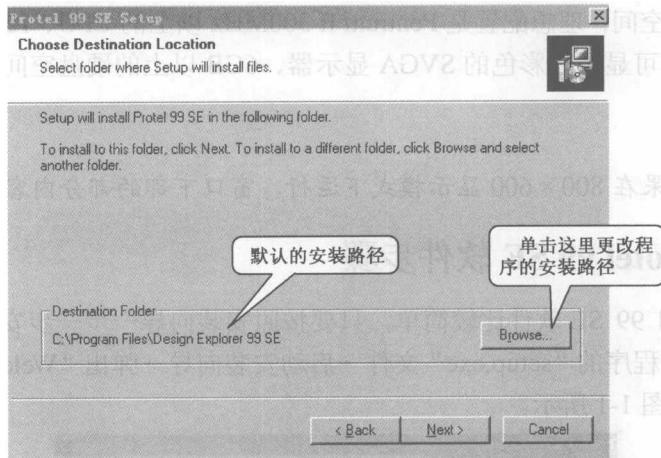

图 1-3 “Choose Destination Location”对话框
(3) 单击 **Next >** 按钮, 弹出“Choose Destination Location”对话框, 如图 1-3 所示→安装程序默认的安装路径是在 C 盘下→单击 **Browse...** 按钮即可更改程序的安装路径→确定 Protel 99 SE 安装路径。